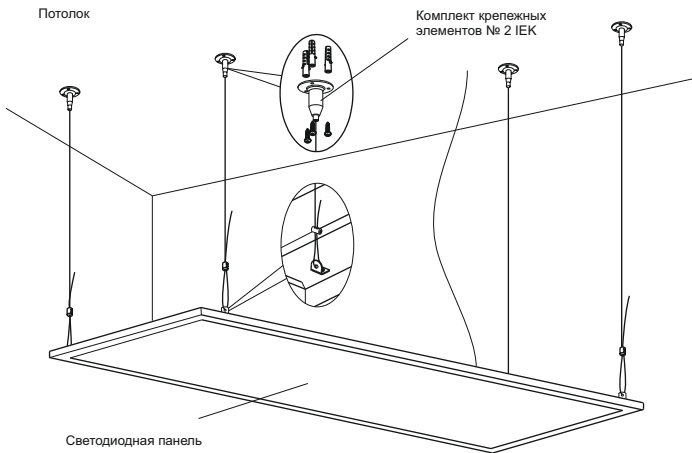

Рисунок 2
4.11 Подвесной монтаж светодиодной панели осуществляется с помощью комплекта крепежных элементов № 2 IEK (рисунок 2). Комплект крепежных элементов приобретается отдельно.